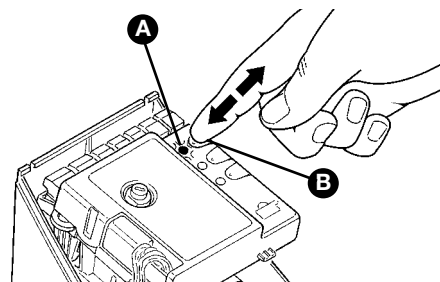

Abbildung 61
2 Auf Taste P1 (Abbildung 61) an der Steuerung sooft drücken, wie der gewünschte Steuerbefehl ist - siehe die nachfolgende Tabelle (z.B. 3-Mal für den Steuerbefehl "Nur Öffnung").
- 1 Taste P1 [B] (Abbildung 61) an der Steuerung drücken und gedrückt halten.